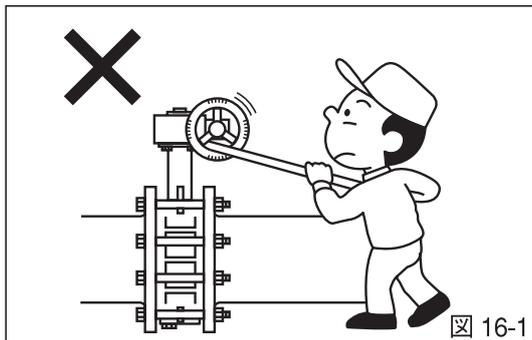

図 16-1
- ⊘ ハンドル操作時の注意：ハンドルの操作は必ず手で行ってください。ハンドルにレバーなどをかけたり、二次的な道具を使って開閉すると、故障の原因となりますので、絶対に避けてください。（図16-1）